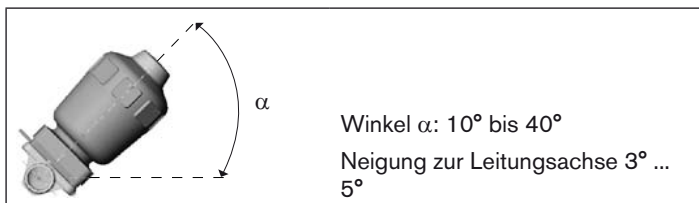

Bild 4: Einbaulage zur Selbstentleerung des Gehäuses
- Gehäuse um den Winkel $\alpha = 10^\circ$ bis 40° geneigt zur Horizontalen einbauen (siehe *Bild 4:*).